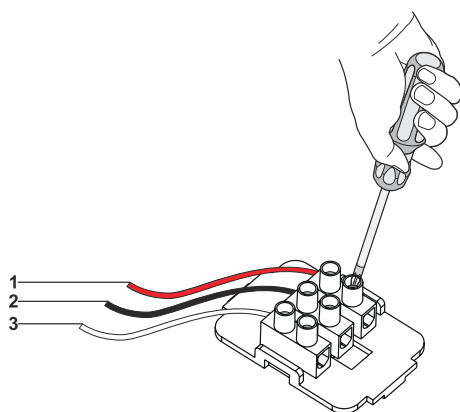

Fig. 16
- 1. ➤ **NC / COM:** När dessa 2 anslutningar används och fläkten stängs av kommer fläkten skicka en signal till den anslutna enheten (Fig. 16).
- 2. ➤ **NO / COM:** När dessa 2 anslutningar används och fläkten sätts på kommer fläkten skicka en signal till den anslutna enheten (Fig. 16).